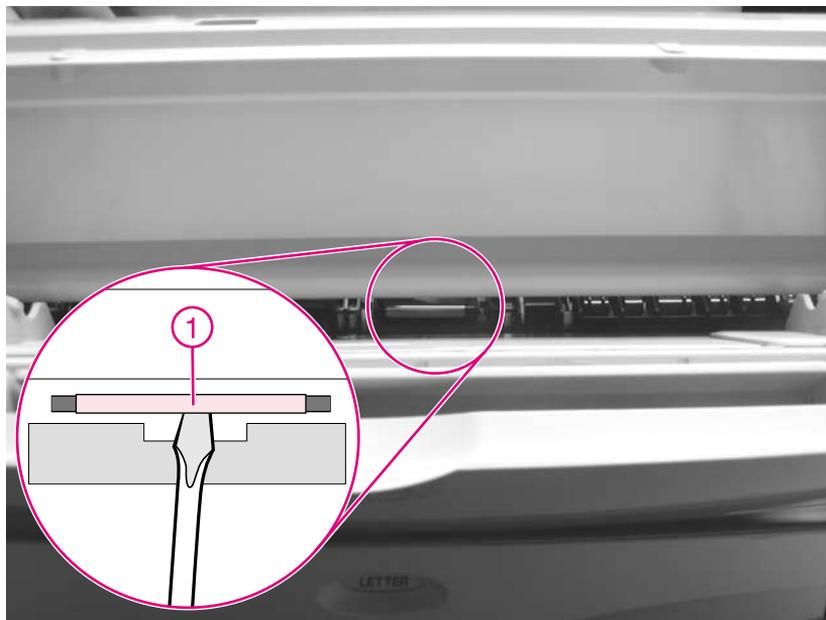
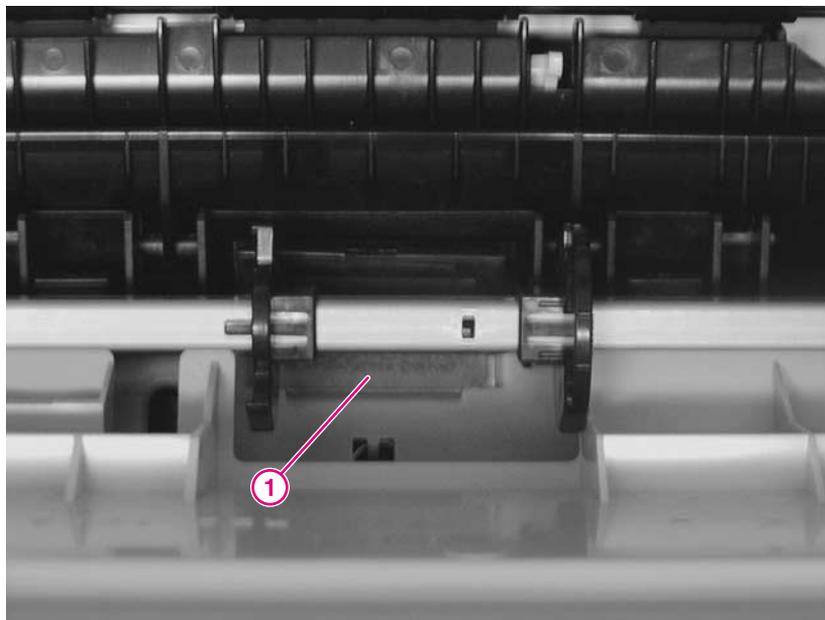

图 7 分开纸盘 1 的分隔垫（打印机前部）
图 8 卸下纸盘 1 的分隔垫（打印机内部上侧）
- 2 按图 7（编号 1）和图 8（编号 1）所示的步骤找到纸盘 1 的分隔垫。
- 3 用一只手拿住小型平口螺丝刀，将纸盘 1 的分隔垫（图 7，编号 1）从固定座上撬下。
- 4 将另一只手伸入打印机内部，卸下分隔垫（图 8，编号 1）。